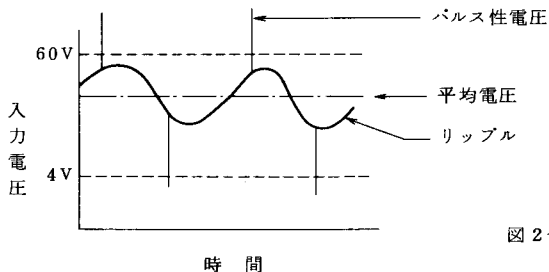

図 2-1-2
- 入力電圧に大きなリップルやパルス性の電圧が重畳していると、使用できる電圧範囲を一時的に越える場合があります、正状な動作を行なえないことがあります。（図 2-1-2 参照）